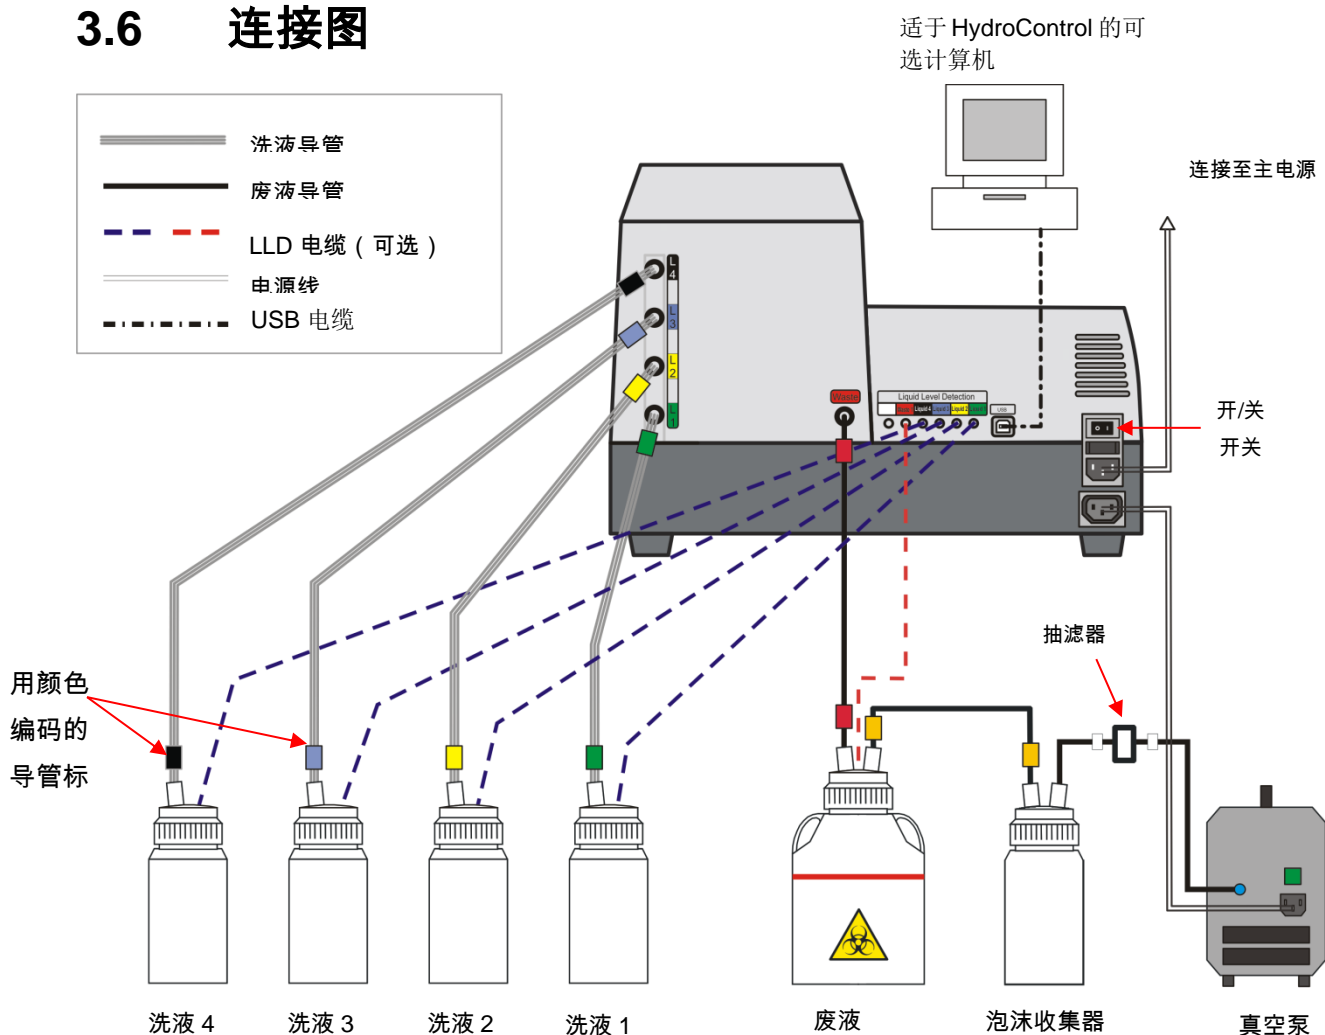

图. 2 连接图
6. 用随附的颜色编码的导管，将废液瓶连接到泡沫收集器 (请参阅图. 2 连接图)。
7. 用带内置抽滤器的导管，将泡沫收集器连接到真空泵 (请参阅图. 2 连接图)。